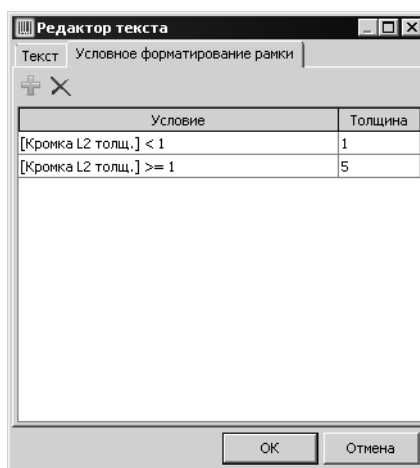

Рис. 3.20.
5. Добавьте условие *[Кромка L2 толщ.] >= 1* и число 5 в поле **Толщина**. Список условий должен соответствовать изображению на рис. 3.20.